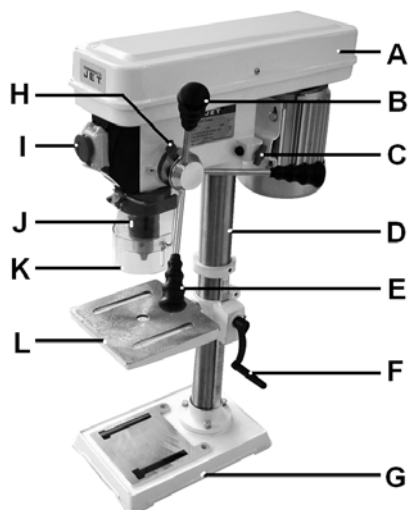

Рис. 1
Установите стойку (D, Рис. 1) на цоколь станка (G).
Наденьте патрон (J, Рис. 1) на конус шпинделя.
Открутите крепление площадки мотора (С, Рис. 1).